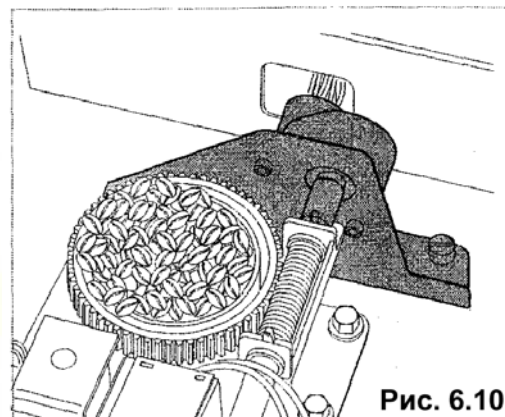

Рис. 6.10
- **Автоматическая регулировка помола (рис. 6.10)**